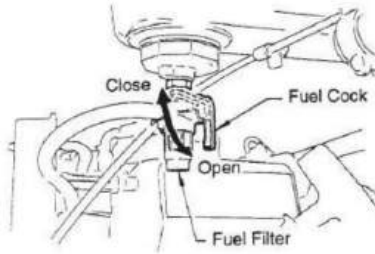

Figura 5
2. Cierre la válvula de cierre de combustible moviendo la palanca del grifo de combustible a la posición Posición CERRADA. Ver Figura 5.